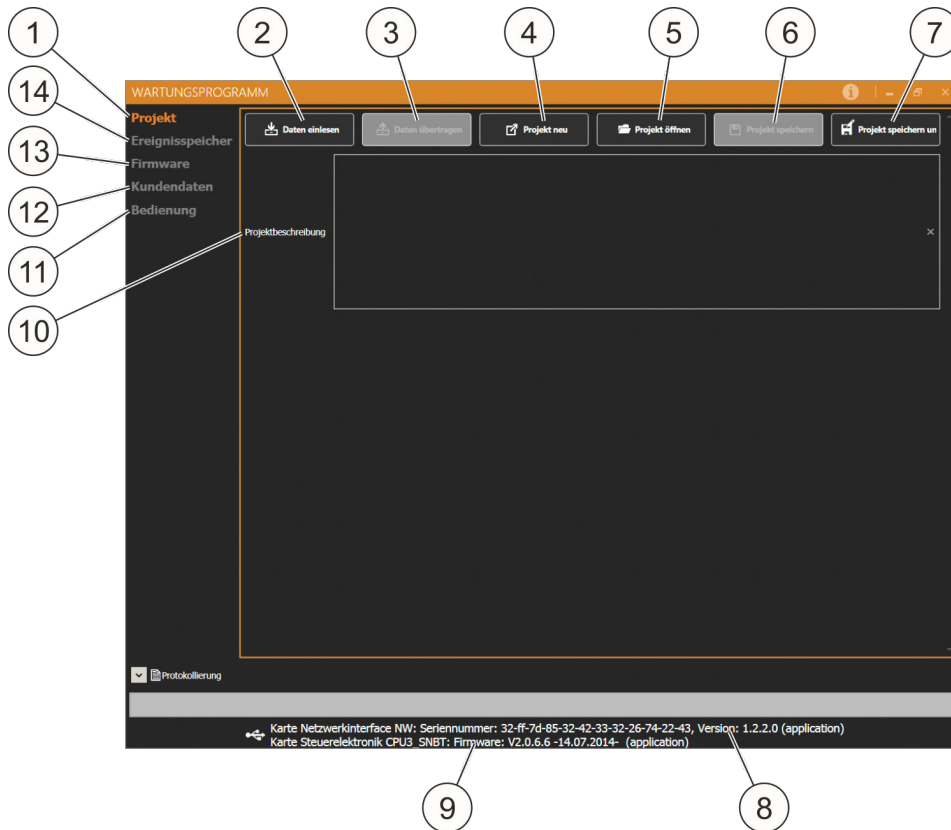

Abb. 68: Startseite Wartungsprogramm
- Projekt (Abb. 68/1) ↪ Kapitel 9.3 „Projekt“ auf Seite 87
- Daten einlesen (Abb. 68/2) (grau hinterlegt, wenn kein System angeschlossen)
- Daten übertragen (Abb. 68/3) (grau hinterlegt, wenn noch keine Daten eingelesen worden sind)
- Projekt neu (Abb. 68/4)
- Projekt öffnen (Abb. 68/5)
- Projekt speichern (Abb. 68/6) (grau hinterlegt, wenn kein zuvor kein Projekt geöffnet wurde)
- Projekt speichern unter (Abb. 68/7)
- Ereignisspeicher (Abb. 68/14) ↪ Kapitel 9.4 „Ereignisspeicher“ auf Seite 88
- Firmware (Abb. 68/13) ↪ Kapitel 9.5 „Firmware“ auf Seite 88
- Kundendaten (Abb. 68/12) ↪ Kapitel 9.6 „Kundendaten“ auf Seite 88
- Bedienung (Abb. 68/11) ↪ Kapitel 9.7 „Bedienung“ auf Seite 90
- Seriennummer Netzwerkkarte, Versionsnummer Netzwerkkarte (Abb. 68/8)
- Firmware Version (Abb. 68/9)
- Bei Projektbeschreibung (Abb. 68/10) kann das Projekt beschrieben werden. Diese Beschreibung wird mit dem Projekt bei "Projekt speichern unter" bzw. "Projekt speichern" mit den Daten auf dem **PC** gespeichert. Die Projektbeschreibung wird nicht mit zum System (EFD III) übertragen und nicht im System gespeichert. Nach dem Auslesen der Daten aus einem System steht die Projektbeschreibung nicht zur Verfügung.